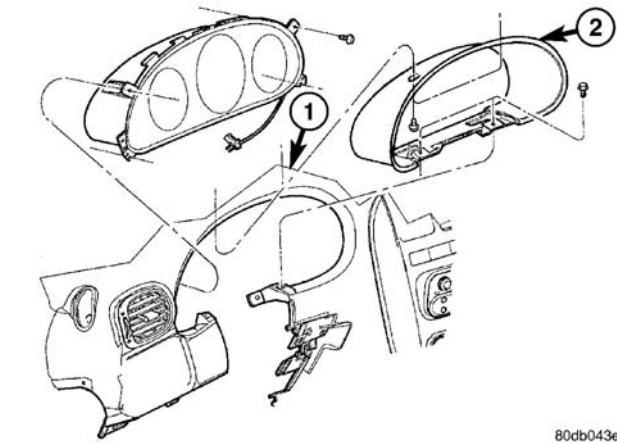

图 1 组合仪表框
- (1) 断开并隔离蓄电池负极电缆。
- (2) 用力拉并向上提起转向管柱框以将其拆下。
- (3) 卸下 4 个仪表框连接螺钉（图 1）。
- (4) 倾斜转向管柱至完全放倒位置。
- (5) 向后拉组合仪表框并将其拆下。
- (1) 在转向管柱上移动组合仪表框以将其定位（图 1）。
- (2) 安装 4 个仪表框连螺钉。
- (3) 通过将过渡转向管柱框放置到固定槽并用力扣入到位的方式安装转向管柱框。
- (4) 连接蓄电池负极电缆。